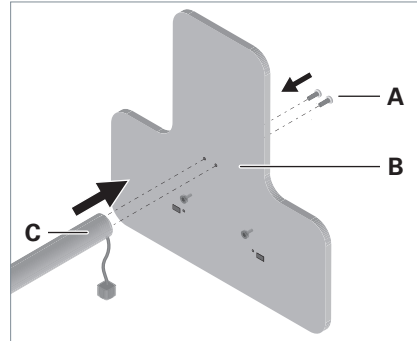

Fig. 1: Standrohr montieren.
- Befestigen Sie das Standrohr **C** mit den mitgelieferten Schrauben **A** am Leuchtenfuß **B**, siehe Fig. 1.